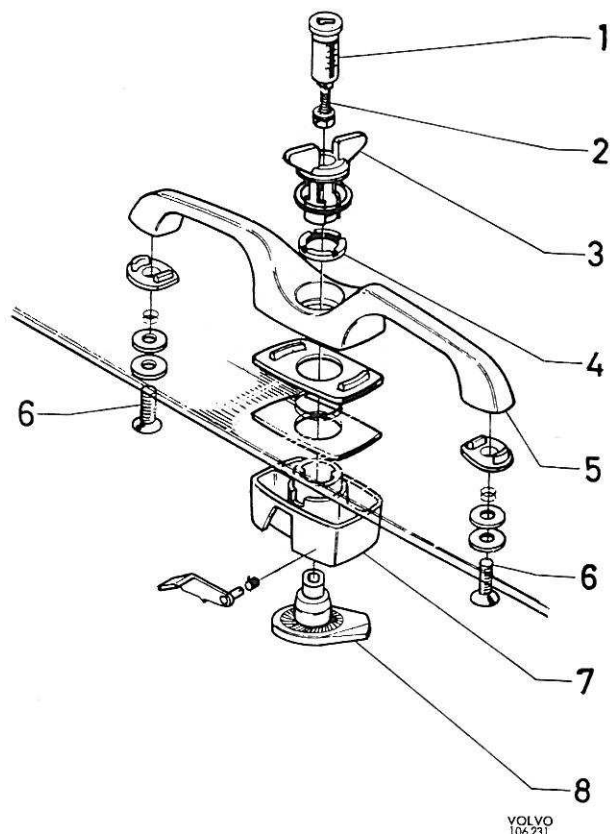

Figure 38. Poignée avec fermeture de lunette arrière désassemblée, 1800 ES
1. Enlever les vis (6, figure 38) et retirer la vis centrale (2).
2. Repousser le barillet de fermeture (1) vers le haut avec la vis centrale (2). Démontez le barillet de fermeture et la vis centrale.
3. Tourner la languette de verrouillage (8) d'un quart de tour et démonter ensuite cette languette et la poignée de fermeture (3).